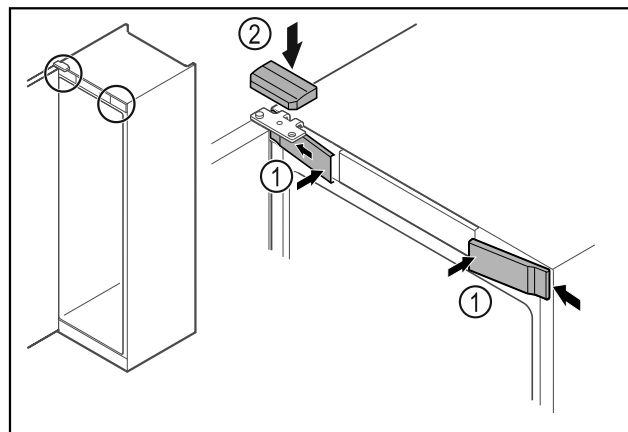

Fig. 27
- ▶ Futni nga anash kapakët mbulues të përparmë Fig. 27 (1) dhe mbërthejini.
- ▶ Mbërtheni nga lart kapakun mbulues të sipërm Fig. 27 (2).